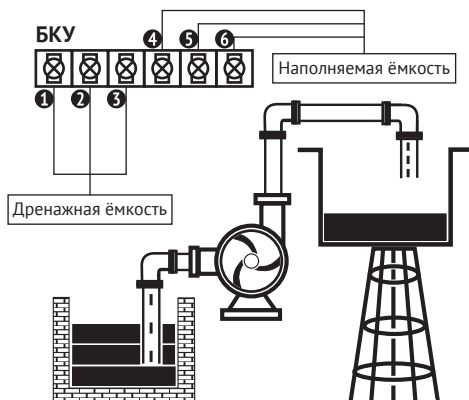

Рис. 4
Блок контрольных устройств (далее – «БКУ», см. рис. 2, 4) служит для подключения датчиков уровня (далее – «ДУ»), поплавкового выключателя (далее – «ПВ») и/или реле давления (далее – «РД»). Контакты БКУ ❶, ❷ и ❸ соответствуют показаниям контрольных устройств (пиктограммам) дренажной ёмкости, контакты ❹, ❺ и ❻ – наполняемой ёмкости (рис. 4).